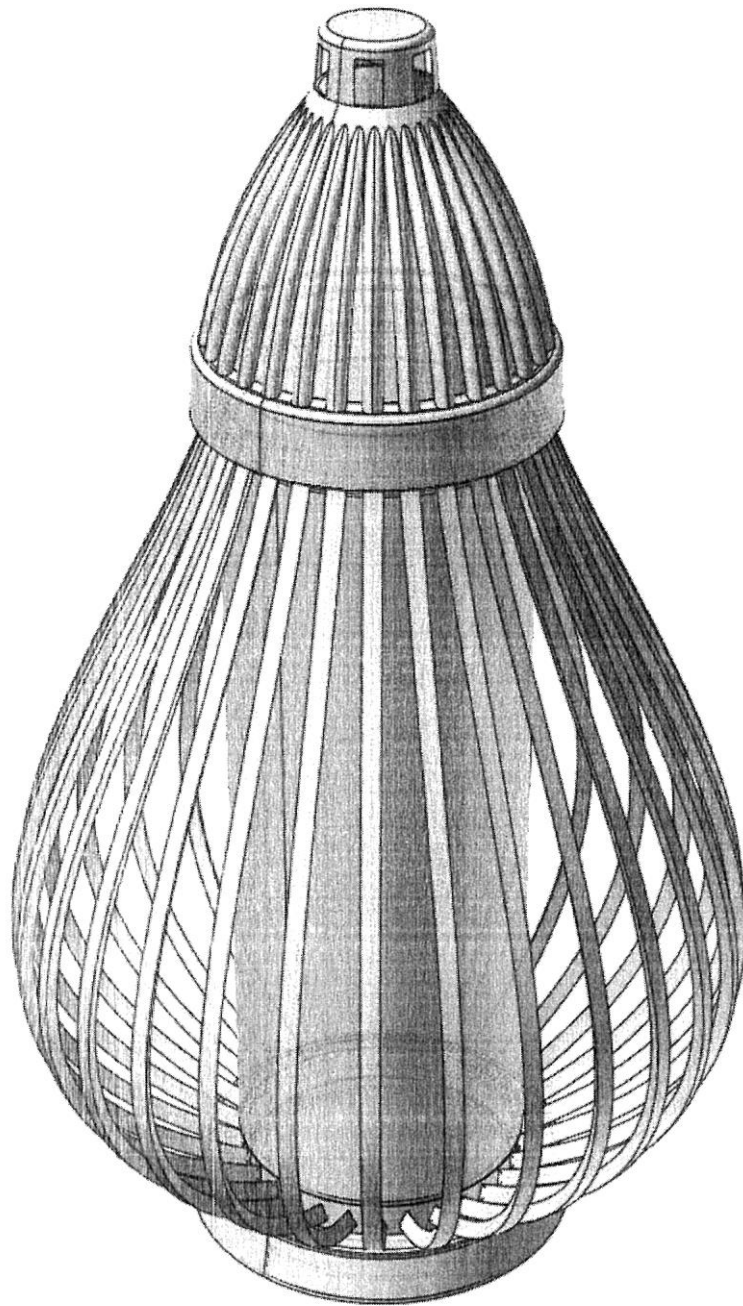

fig. B3
- osłonie klosza przekrój trójkątny ilustracja fig. B3